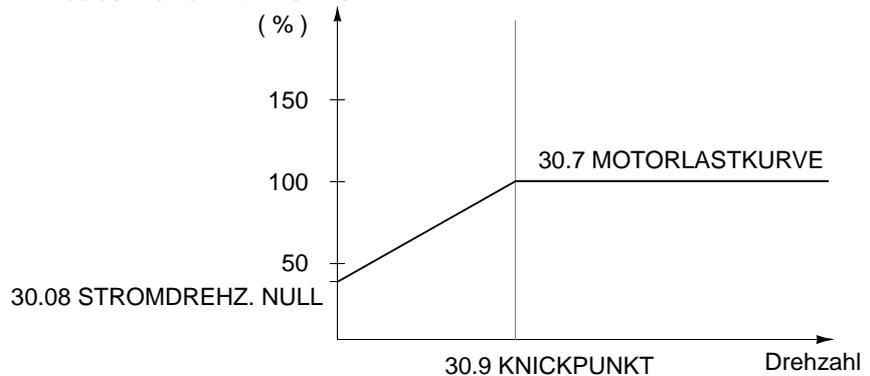

Abbildung 6-15 Motorlastkurve.
- Für die Berechnung der Motorerwärmung wird eine Lastkurve angenommen (Abbildung 6-15). Der Motor erwärmt sich bei Betrieb oberhalb der Kurve über die Nenntemperatur hinaus und kühlt bei Betrieb unterhalb der Kurve ab. Die Erwärmungs- und Abkühlgeschwindigkeit wird mit Parameter 30.06 MOTOR THERM ZEIT eingestellt.
Dieser Parameter legt den Punkt fest, bei dem die Motorlastkurve vom Höchstwert (festgelegt mit Parameter 30.07 MOTORLASTKURVE) auf den Wert abzufallen beginnt, der durch Parameter 30.08 STROMDREHZ.NULL eingestellt ist. Abbildung 6-15 zeigt ein Beispiel für eine Motorlastkurve.